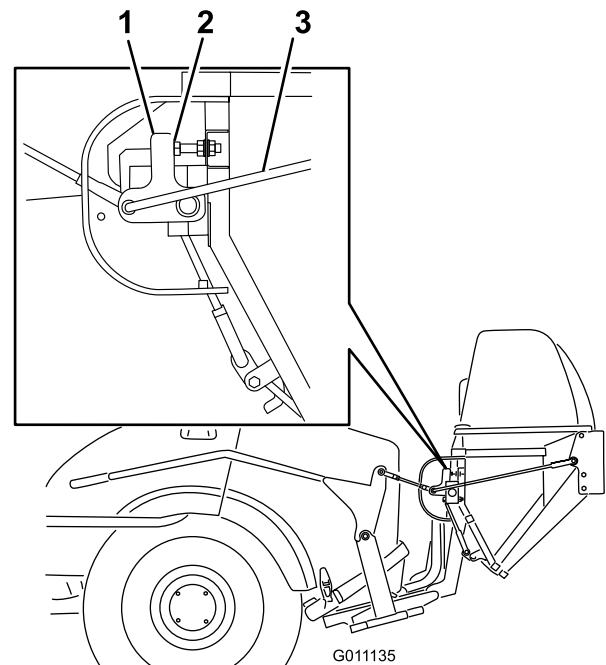

Figura 40
3. Con lo sportello chiuso, i bulloni di arresto devono essere regolati in modo che il braccio di contatto sia dritto in su o in giù (Figura 40).
4. Se è necessaria una regolazione, allentate i dadi e regolate i bulloni di arresto (Figura 40).
5. Dopo avere regolato i bulloni di arresto, la lunghezza degli attacchi cerniera può essere regolata in modo da fornire la chiusura completa dello sportello e una ragionevole forza sull'impugnatura. Allungate gli attacchi per ridurre la forza. Accorciate gli attacchi per aumentare la forza (Figura 40).